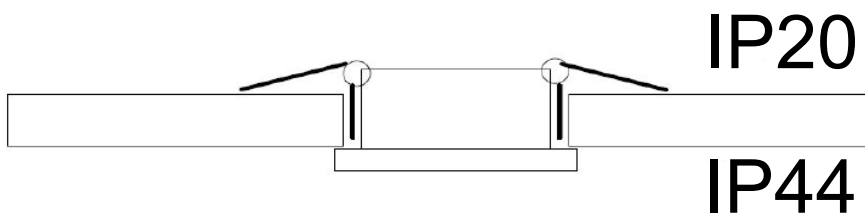

Abb.: 3 Einbau in geschlossene Decken
*IP44 bei Einbau in geschlossene Decken (Abb.:3)